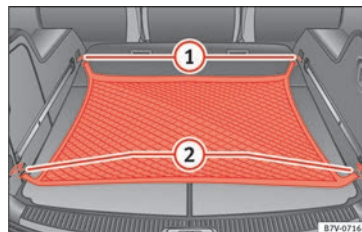

Fig. 172 En el maletero: red para equipaje colgada.
- Enganche la red para equipaje en las argollas de amarre » fig. 172 ① y ②.
- Desenganche los ganchos de la red para equipaje de las argollas de amarre » fig. 172 ① con cuidado.
- Desenganche los ganchos de la red para equipaje de las argollas de amarre » fig. 172 ② con cuidado.